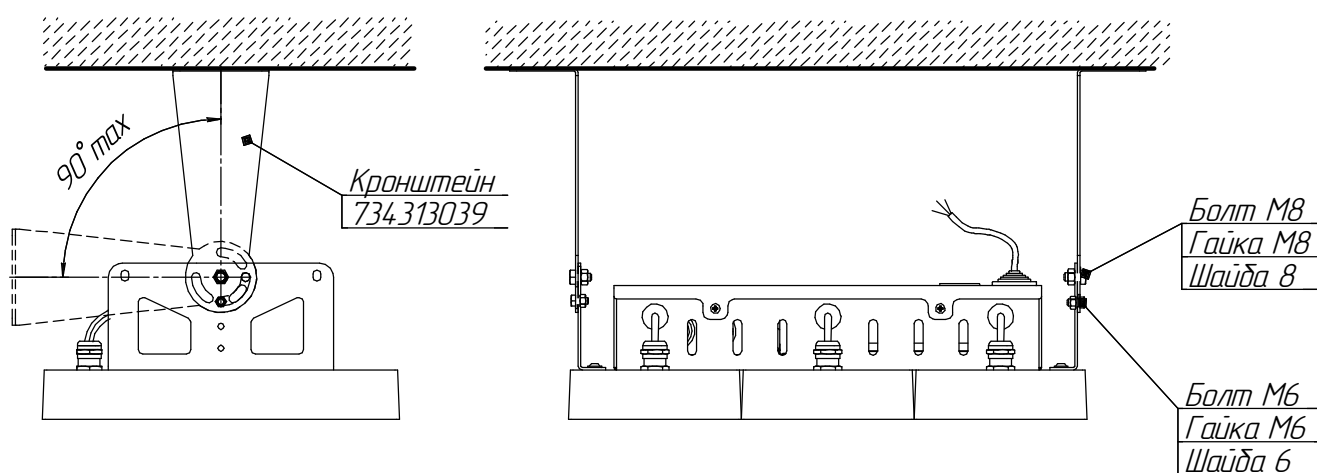

Рисунок 7 - Схема установки светильника (110-270 Вт) на потолок (стену) с помощью кронштейна 734313039.
- установить светильник на опорную поверхность и закрепить (рис. 7).